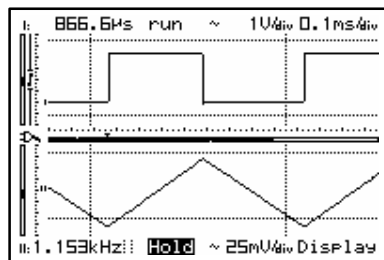

Fig 16
- I marcatori appaiono a video e possono essere spostati con i tasti freccia per la lettura dei valori (Fig. 16).
- **Markers:** Dankzij de verplaatsbare markers kan het signaal worden gemeten (Fig. 16).
- **Repères:** Les marqueurs amovibles permettent de mesurer le signal (Fig. 16).
- **Markierungen:** Bewegliche Markierungen ermöglichen die Messung des Signals (Abb. 16).